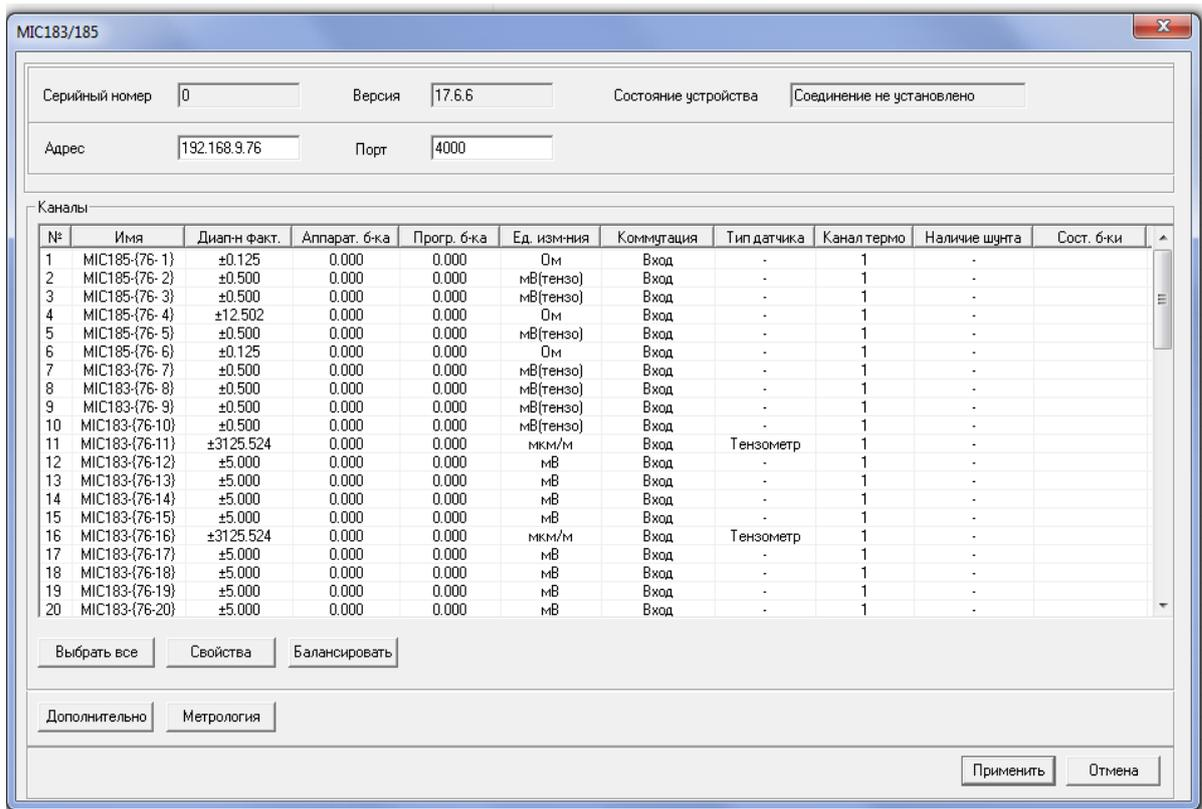
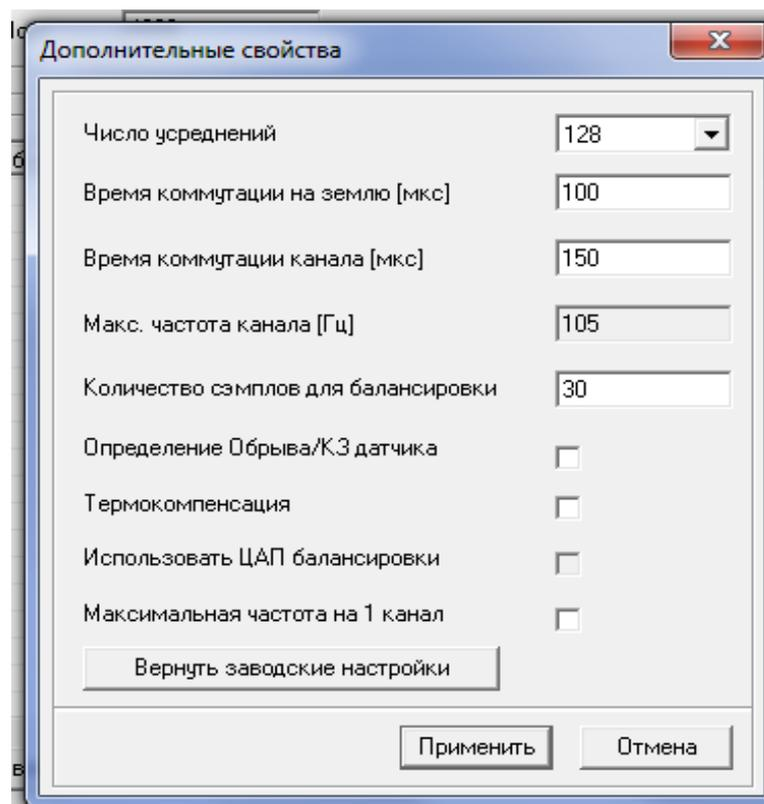
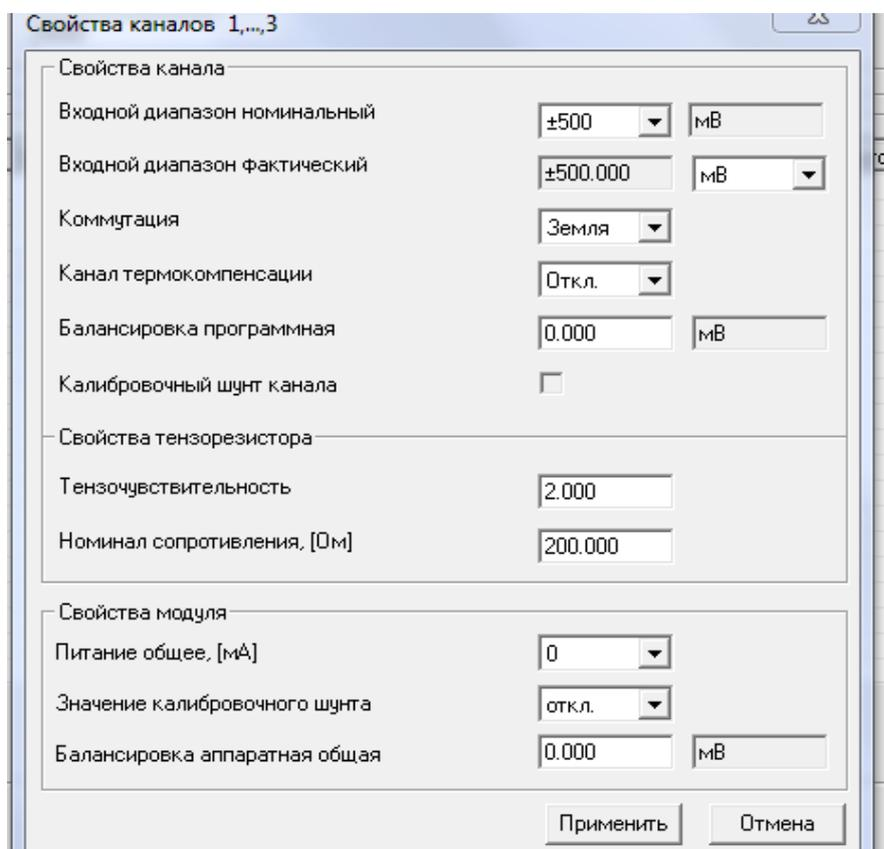

Рисунок 24 - Окно со списком включенных в систему каналов и параметрами их текущих настроек
Рисунок 26 - Окно «Дополнительные свойства» настройки каналов
Рисунок 30 - Настройка каналов при проверке «на заземление»
При нажатии кнопки  «Настройка аппаратной части» в окнах, указанных на рисунках 22 и 23, открывается окно со списком включенных в систему каналов и параметрами их текущих настроек (См. рисунок 24). После выбора одного, группы или всех измерительных каналов системы можно нажатием кнопки «Свойства» открыть окно «Свойства каналов А ... Б» и произвести их настройки.
В окне «Дополнительные свойства» (См. рисунок 26), которое открывается нажатием кнопки «Дополнительно» в окне «МІС-183/185» (См. рисунок 24) отображаются настройки коммутаторов и АЦП модуля МІ-183.
**Примечание:** При необходимости вернуть заводские настройки следует нажать соответствующую кнопку (См. рисунок 26).
- нажатием кнопки «Балансировать» в окне списка выбранных каналов (См. рисунок 24).
Во время балансировки будет выведено окно «Балансировка», показанное на рисунке 27, в котором будет отображаться ход процесса. Величины напряжений смещения, полученные в результате балансировки каналов, будут отображены в поле значение балансировки (в мВ) при открытии окна «Свойства каналов», пример которого показан на рисунке 25 и в соответствующей колонке списка выбранных каналов (См. рисунок 24).
В процессе настройки комплекса МІС-185, перейти в окно «МІС-183/185» (см. рисунок 24). Выделить канал или группу каналов для проверки их работоспособности. Нажать кнопку «Свойства». В открывшемся окне установить «Входной диапазон» - 500 мВ, «Коммутация» - из выпадающего списка «Земля», «Канал термокомпенсации» - «Откл.», «Питание общее» - «0», «Значение калибровочного шунта» - «Откл.» (См. рисунок 30).